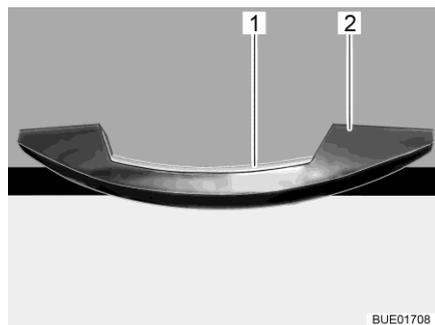

Bild 67 Griff mit Entriegelungsleiste (Beispiel)
- Entriegelungsleiste (Bild 67,1) drücken und gedrückt halten.
- Am Griff (Bild 67,2) ziehen, bis die Möbelklappe offen ist.